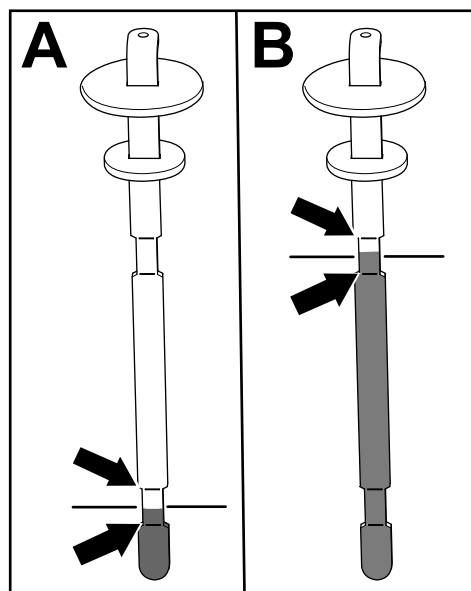

Рисунок 80
5. Извлеките щуп и проверьте уровень рабочей жидкости (Рисунок 80).
- Если у вас на машине установлен **режущий блок**: уровень гидравлической жидкости должен находиться на соответствующем уровне между 2 нижними отметками на щупе (А на Рисунок 80). Также допустимо, если уровень жидкости находится выше нижних отметок.
жидкости должен находиться между 2 верхними отметками на щупе (В на Рисунок 80).